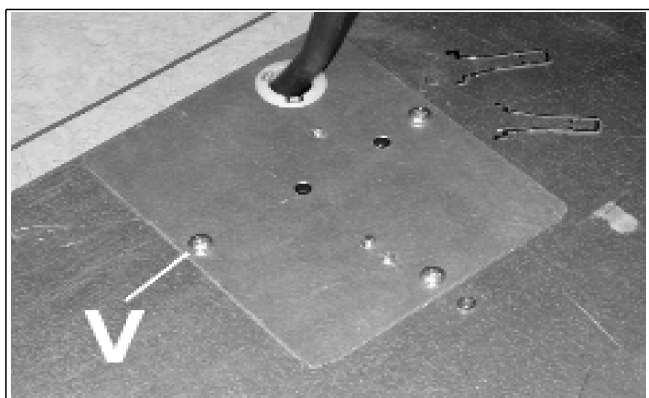

ABB. 11
a) Die durch Schrauben verschlossene Klappe entfernen (siehe Abb. 11).
f) Die Klappe wieder anbringen und mit den entsprechenden Schrauben verschrauben (siehe Abb. 11).